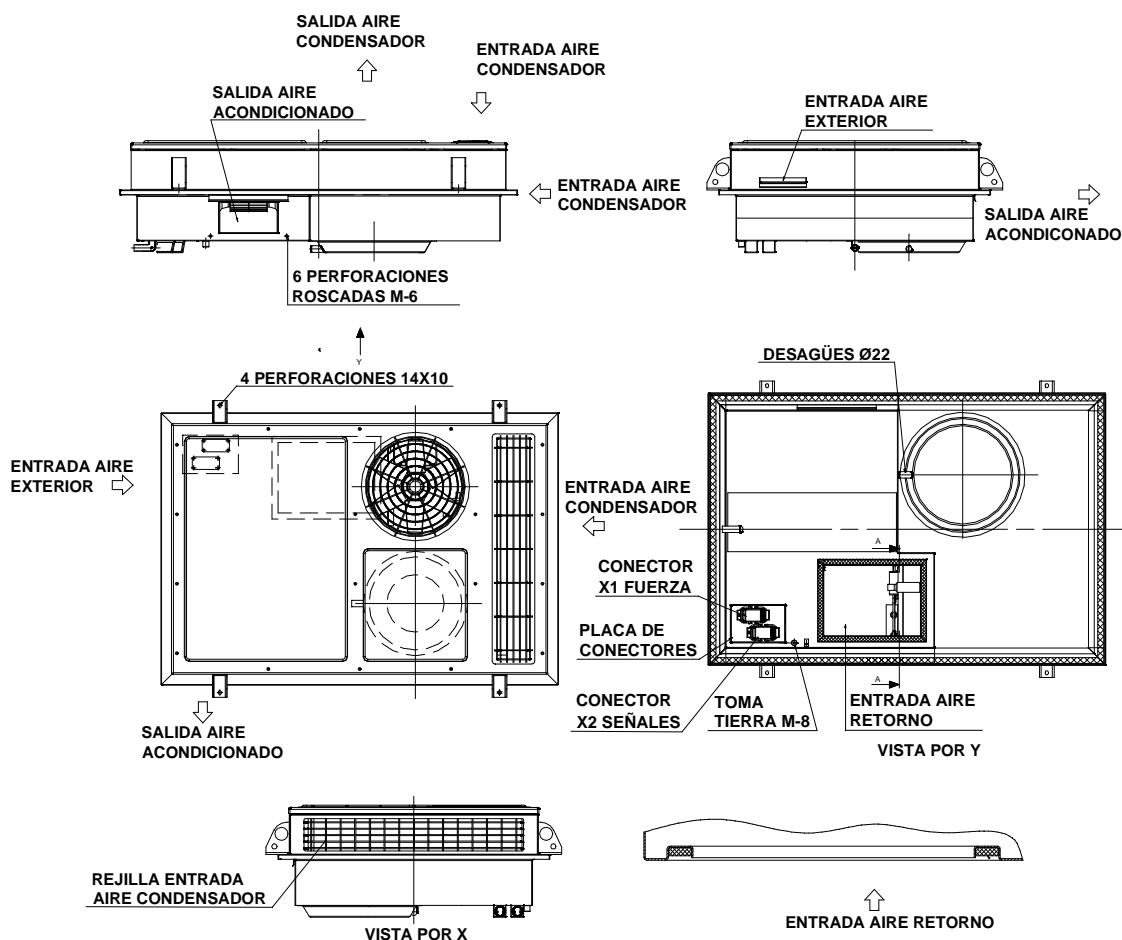

Figura B-1. Desmontaje y montaje del equipo de aire acondicionado de cabina
B.1.1 Procedimiento (Figura B-1)
B.2.1 Procedimiento (Figura B-1)
- Restablecer el suministro eléctrico conectando (ON) los interruptores automáticos F1 y Q1, situados en el armario de baja tensión. De la misma manera, cerrar todos los interruptores automáticos del panel de control.